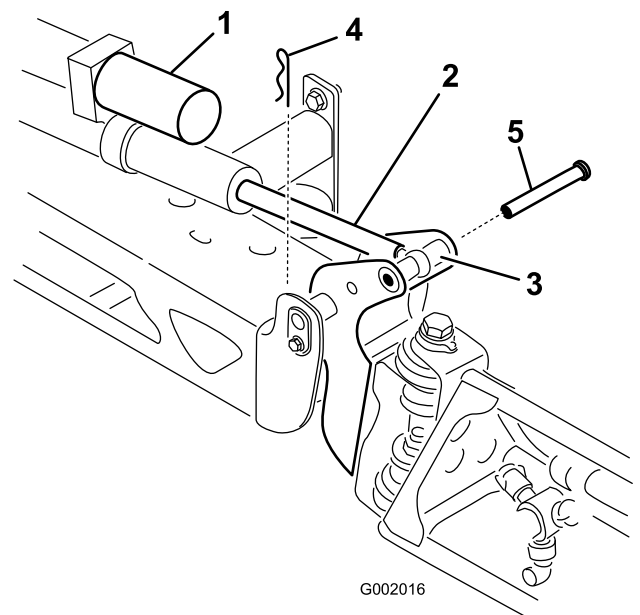

図 43
2. ピボット・ピンからコッター・ピンを抜き取る(図 43)。
3. ブームを持ち上げて、ピンを外す(図 43)。ブームをゆっくりと床まで降下させる。
ながら、ブームのピボットとアクチュエータ・ロッドにピンを通す(図 43)。